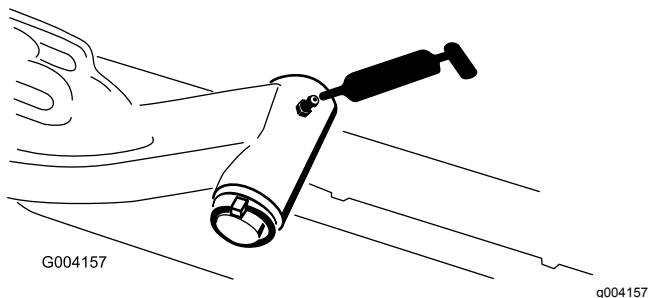

Figura 50
- Alberi di articolazione dei bracci di sollevamento (1 cad.) (Figura 50)